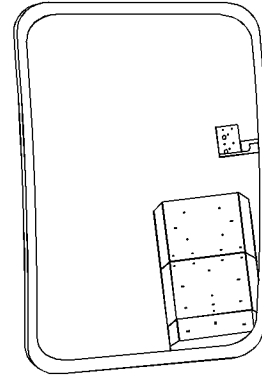

Ilustración 94
El soporte del espejo es ajustable. Gire la perilla del soporte del espejo hacia la izquierda para extender completamente el soporte del espejo retrovisor izquierdo. Gire la perilla hacia la derecha para sujetar el soporte. Ajuste el espejo retrovisor izquierdo (4) de manera que se pueda ver el lado izquierdo de la cabina. Ajuste el espejo retrovisor izquierdo (4) de manera que se puedan ver 100 mm (4 pulg) de la parte superior del neumático trasero. Consulte la ilustración 94. Ajuste también el espejo retrovisor izquierdo de manera que se pueda ver lo siguiente: